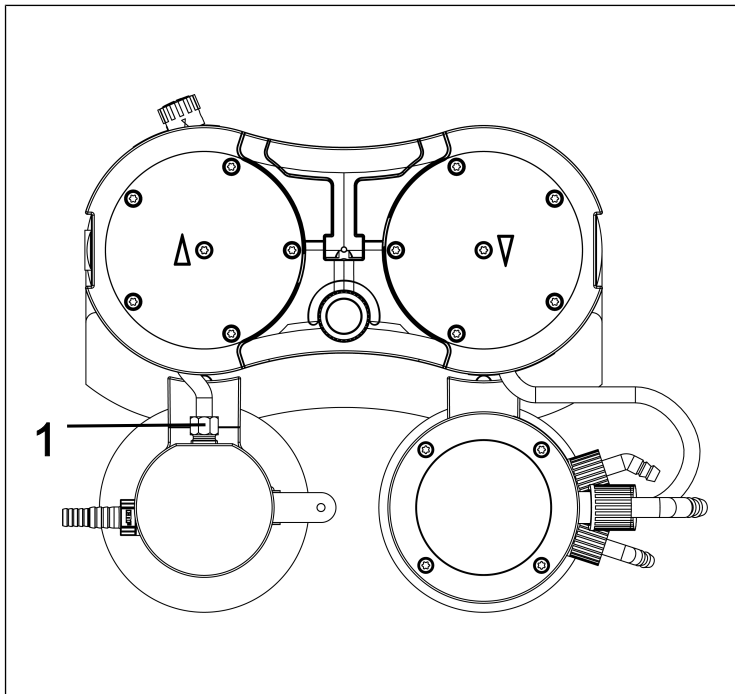

Fig.11: Aflojar conexión de manguera
2. Aflojar el tornillo de fijación de la conexión de manguera (1/Fig. 11) del componente del sistema de vacío.
**i** En caso necesario, emplear una llave ancho 14 para aflojar el tornillo de fijación de la conexión de manguera del separador (1/Fig. 11).
10. Enroscar el tornillo de fijación de la conexión de manguera del separador (1/ Fig. 11) en la conexión del separador hasta el tope.
**i** En caso necesario, emplear una llave ancho 14 para apretar el tornillo de fijación de la conexión de manguera del separador (1/ Fig. 11)